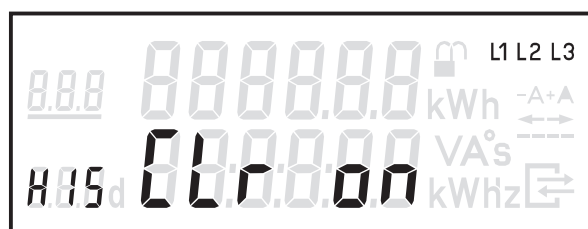

Abbildung 5
- Abbildung 5 = Löschen der historischen Werte 1d, 7d, 30d und 365d